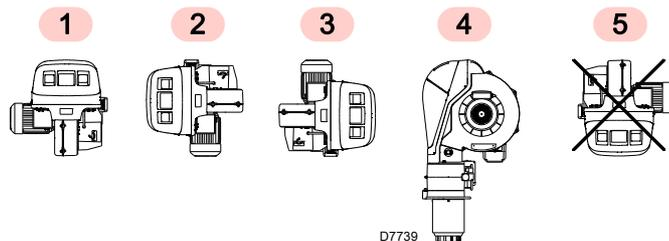

图 13
- ▶ 燃烧器设计为仅能安装在位置 1, 2, 3 和 4 (图 13)。